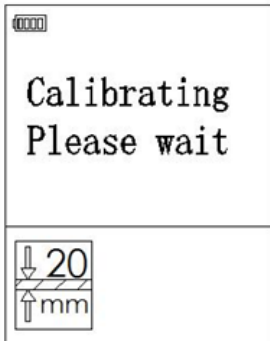
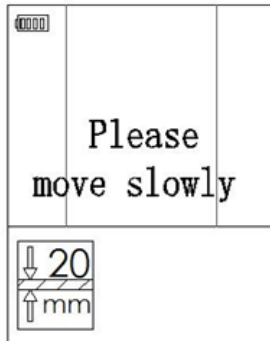

Abb. 8
Abb. 9
Drücken Sie die Taste 2, um das Gerät einzuschalten und drücken Sie dann die Taste 1, um den Holzprofilerkennungsmodus aufzurufen. Halten Sie das Instrument 1-3 Sekunden lang fixiert und warten Sie, bis die Kalibrierung abgeschlossen ist, bevor Sie den Messvorgang starten (siehe Abb. 8 und Abb. 9). Setzen Sie das Instrument auf die Oberfläche und bewegen Sie es in die gewünschte Richtung. Wenn das Instrument ein Objekt erkennt, erscheint auf dem Bildschirm ein Symbol, das Signalstärke angibt (siehe Abb. 10). Gleichzeitig ertönt ein akustisches Signal.
- Manchmal wird das Instrument aufgrund verschiedener Umgebungsfaktoren möglicherweise nicht automatisch kalibriert und das Alarmsignal ist möglicherweise falsch. Sie müssen manuell kalibrieren. Das Kalibrierungsverfahren besteht darin, kurz die Taste für den Holzprofilerkennungsmodus zu drücken. Nachdem die Kalibrierung abgeschlossen ist, sollte auf dem Display das übliche Interface zu sehen sein (siehe Abb. 9)